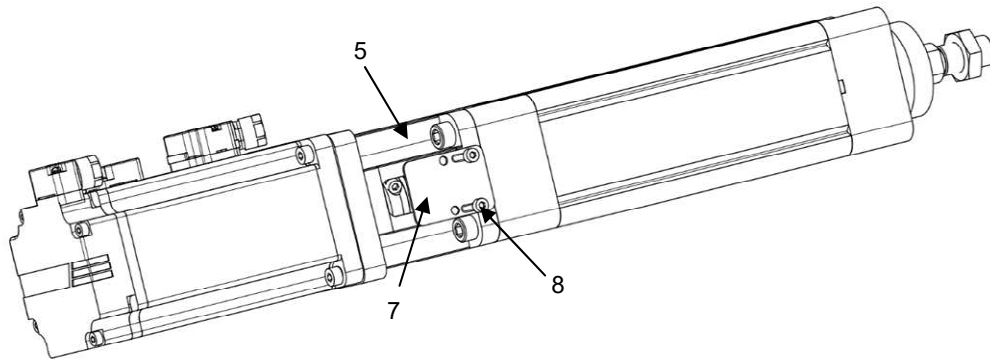

Рисунок 6 – Установка крышки.
4) установить крышку (поз. 7) к корпусу (поз. 5) с помощью прилагаемых винтов (поз. 8) (см. рисунок 6).